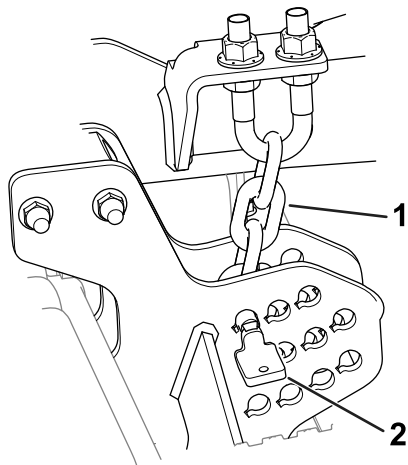

図 18
2. カッティングユニットのサイドプレートから刈高ピン(図 18)を抜き取る。